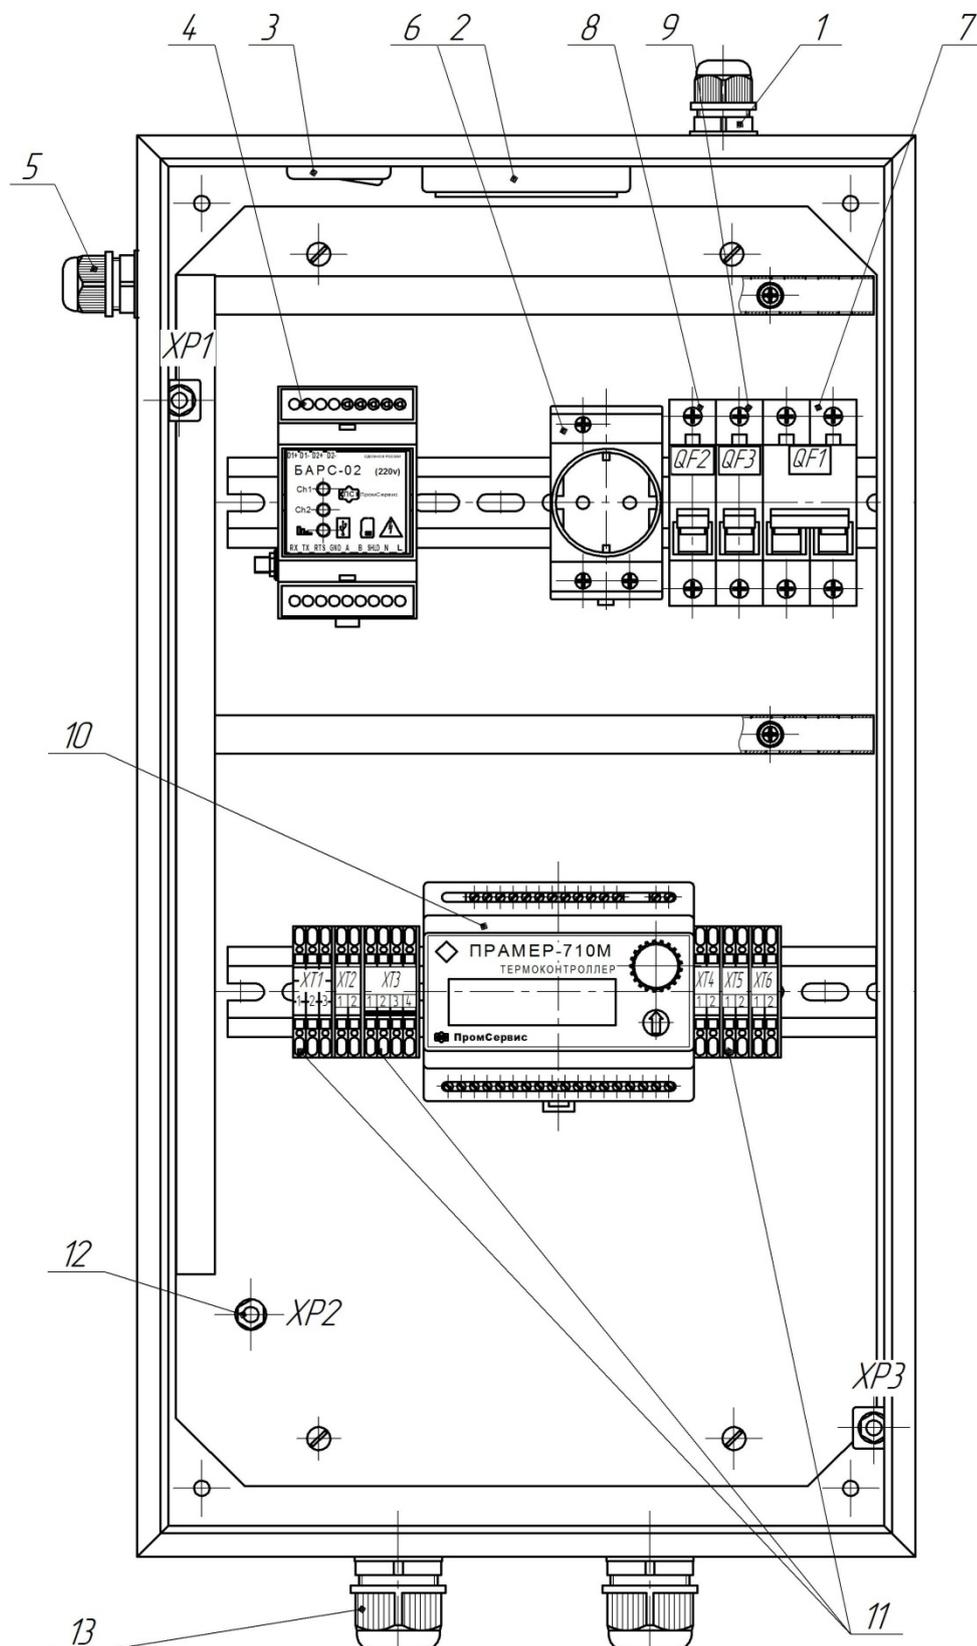

Рисунок 1. Расположение компонентов внутри шкафа:
4.4 **В обязательном порядке** подключение проводника защитного заземления «РЕ» выполняется к болту заземления ХР2 (Рисунок 1).